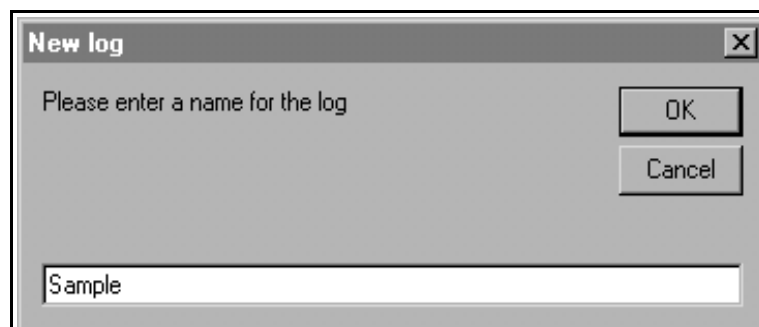

Рис. 17: Диалоговое окно имя журнала
5. Введите имя файла журнала («Пример» в этом случае) в появившемся диалоговом окне на *Рис. 17* внизу. Нажмите кнопку [OK].